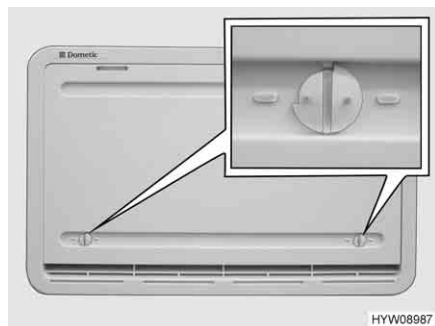

Fig. 156 Cubierta de invierno
Si el frigorífico ha de funcionar a temperaturas exteriores bajas, el fabricante recomienda la utilización de una cubierta de invierno (Fig. 156) para las rejillas de ventilación del frigorífico.
- Abrir ambos bloqueos (Fig. 156) (la ranura está en posición horizontal).